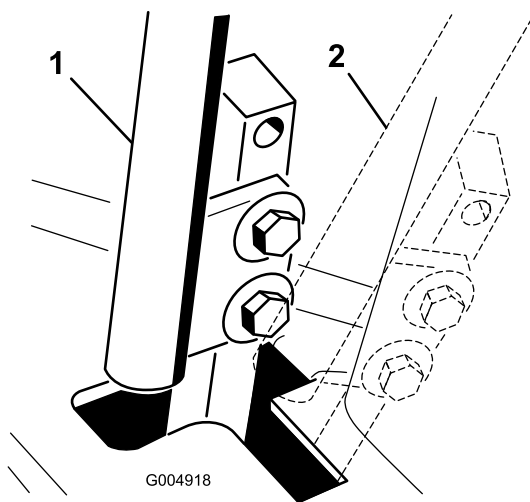

Рисунок 51
4. Переведите рычаг управления в НЕЙТРАЛЬНОЕ, но не фиксируемое положение (Рисунок 51).
6. Проверьте положение рычага управления относительно выемки в консоли (Рисунок 51).